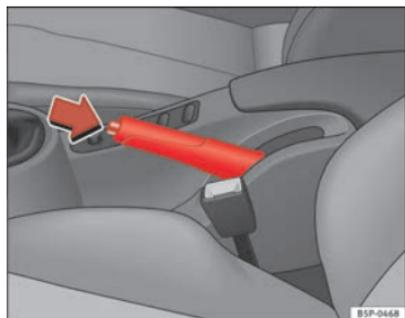

Fig. 151 Freno de mano entre los asientos delanteros
- Tire con fuerza de la palanca del freno de mano hacia arriba ⇒ fig. 151.
- Tire ligeramente de la palanca hacia arriba, presione el botón de desbloqueo en la dirección de la flecha ⇒ fig. 151 y baje completamente la palanca ⇒ ⚠.